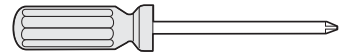

Fig. 9
- Tournevis Phillips et petit tournevis à lame plate (Fig. 9 et 10).